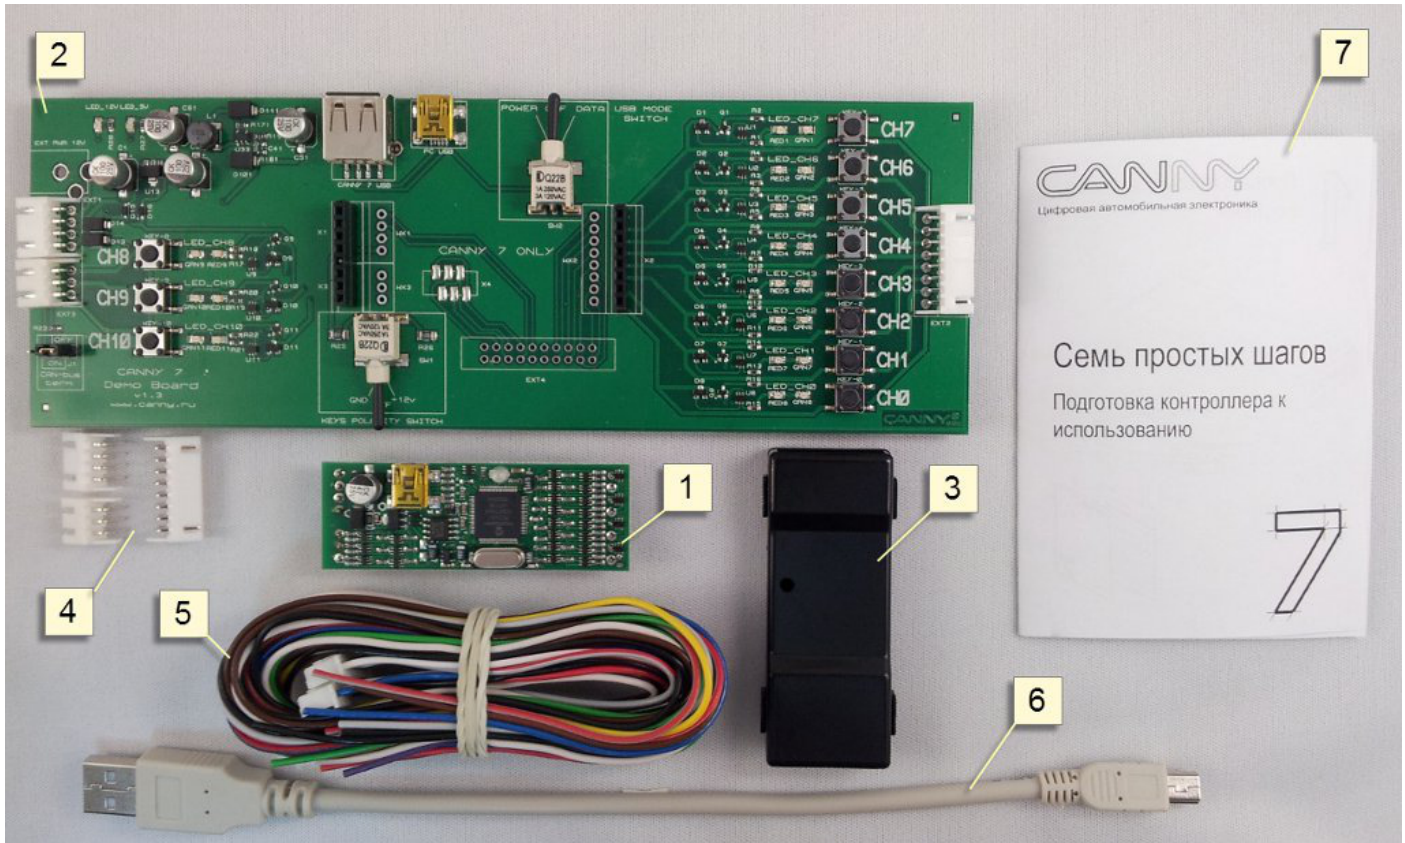

Рисунок 1. Комплект разработчика CANNY 7 SDK.
Комплект разработчика CANNY 7 SDK (смотри рисунок 1) состоит из программируемого логического контроллера CANNY 7 (1), демонстрационной платы CANNY 7 Demo Board (2), корпуса контроллера CANNY 7 (3), комплекта штатных разъемов X1, X2 и X3 контроллера CANNY 7 (4), комплекта соединительных кабелей разъемов X1, X2 и X3 (5), двух кабелей-переходников USB-A / miniUSB (6), краткого руководства (7).